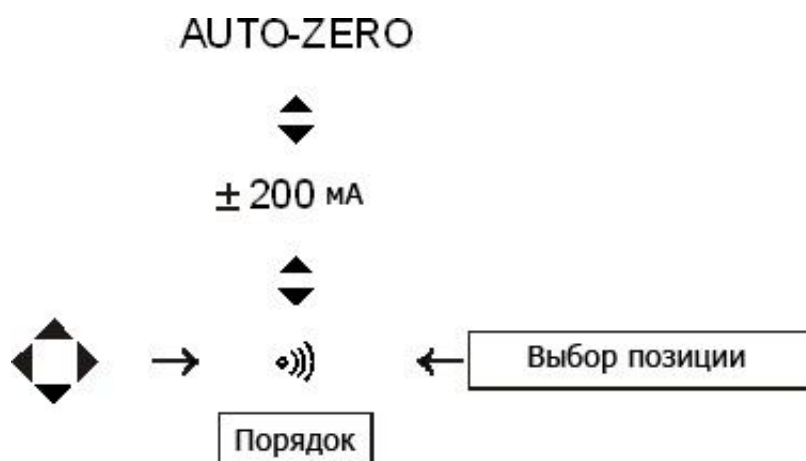

Рис.34. Установка режима измерения сопротивления низким напряжением
- Установить режим измерения ± 200 мА (видимый на линейке функции измерения) согласно алгоритму, представленному на Рис.34;